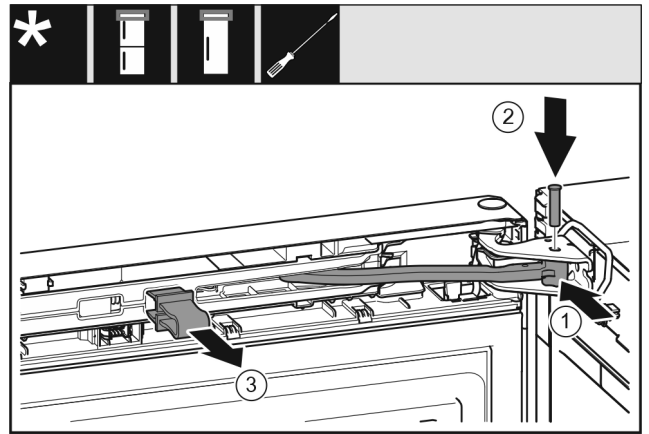

Fig. 43
- ▶ 将铰链 Fig. 43 (1) 转入托架。
- ▶ 将螺栓 Fig. 43 (2) 插入托架和铰链。同时注意止动凸轮需正确地处于凹槽中。
- ▶ 取下保险装置 Fig. 43 (3)。